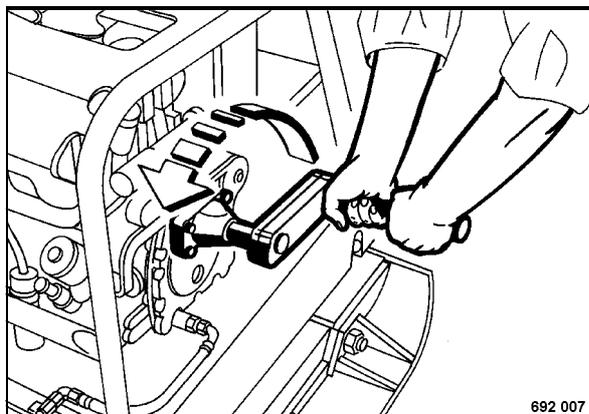

Fig. 14
- Insert the crank handle (Fig. 14).